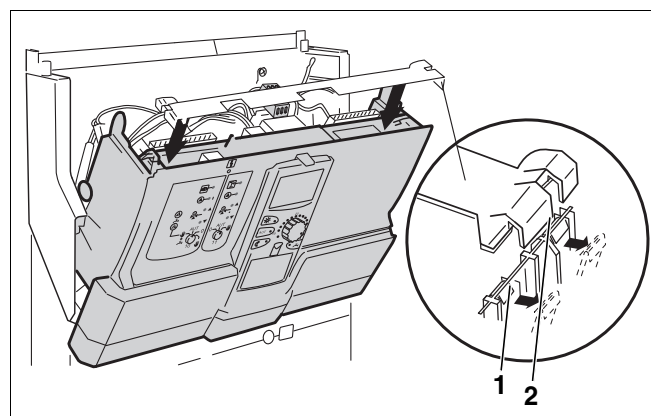

Рис. 11 Удаление и установка поперечной планки
- Отсоедините планку с одной стороны (→ Рис. 11): для этого выдавите отверткой одну из защелок и приподнимите планку за язычок. Выдавите отверткой вторую защелку и приподнимите планку за второй язычок.
- Установите поперечную планку в пазы (→ Рис. 11).